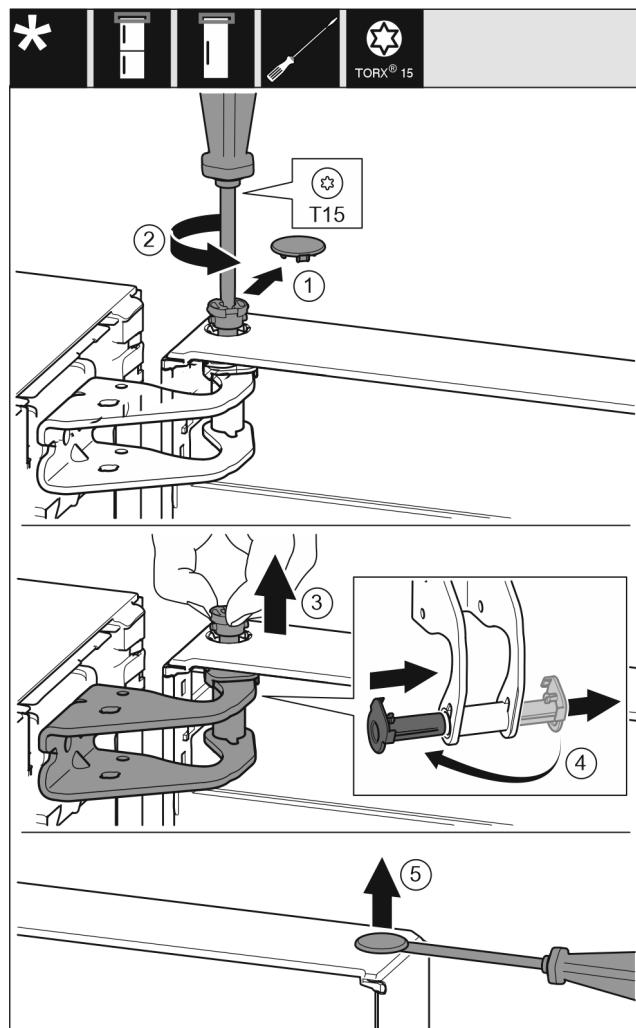

Fig. 9
- Свалете внимателно предпазния капак. Fig. 9 (1)
- С отвертка T15 отвийте малко болта. Fig. 9 (2)
- Задръжте здраво вратата и изведете болта с пръсти. Fig. 9 (3)
- Извадете лагерната втулка от водача. Поставете от другата страна и фиксирайте. Fig. 9 (4)
- С плоска отвертка внимателно повдигнете тапата от лагерната втулка на вратата и я изведете. Fig. 9 (5)